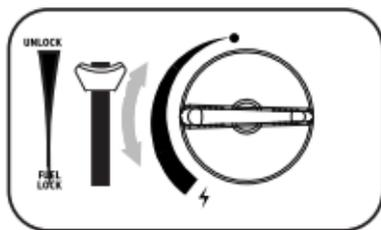

Fig. 11
1. Régler le régulateur rotatif (17) sur la position ARRÊT (16).
3. Une fois la flamme éteinte, positionner le levier de blocage de la cartouche (20) sur la position UNLOCK (14). (Fig. 11)